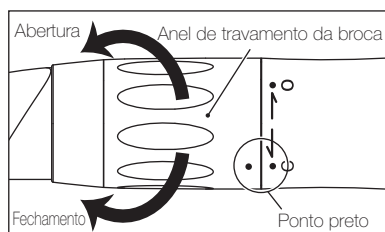

Fig. 1
- 1) Gire o Anel de Travamento da Broca na direção da marca [O] até encaixar (Fig. 1).